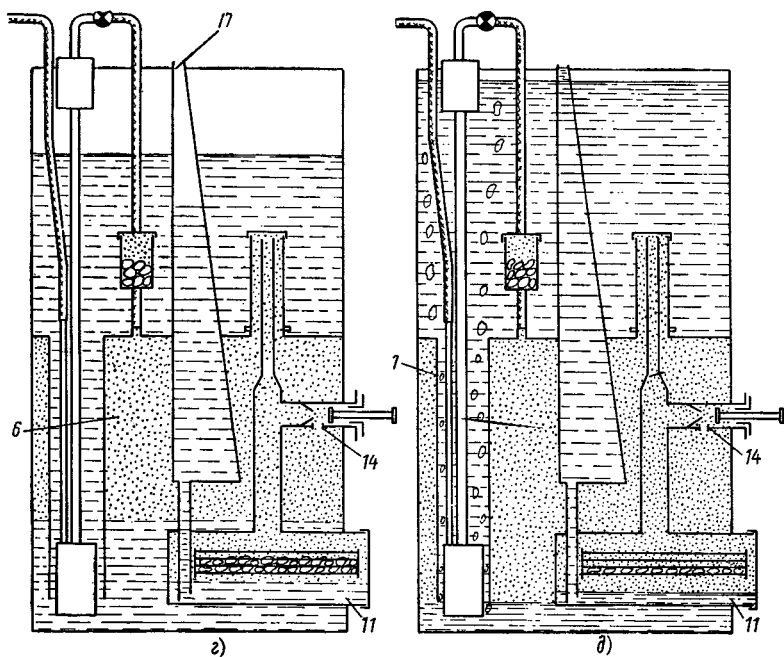

Рис. 6. Генераторы типа АНВ
Генератор типа АНВ (рис. 6, а), представляет собой корпус 1, разделенный перегородкой 5 на две части: нижнюю — газосборник 6 и верхнюю — водосборник 2. Обе части сообщаются циркуляционной трубой 7, в которую в зимнее время устанавливают жидкостный предохранительный затвор 8.
В газосборник вварена реторта (газообразователь) 11, в которую устанавливается прутковая загрузочная корзина 10. Реторта сообщается с газосборником трубой 13, через которую также поступает вода на газообразование при открытом кране 15, и с вытеснителем 17 трубой 9. Из газосборника газ отбирается по трубе 4, на которой установлен осушитель 3, загружаемый в зимнее время карбидом кальция. Перед заполнением генератора водой перекрывают кран 15, чтобы вода не поступала в реторту, и снимают резиновый рукав 18 для полного удаления воздуха из газосборника. Генератор заливают водой до шайбы 16 и надевают рукав, после этого в реторту 11 устанавливают загрузочную корзину 10 с карбидом кальция, уплотняя реторту при помощи крышки 12. Таким образом, генератор подготовлен к работе (рис. 6, б).
При отборе газа смачивается такая часть карбида кальция, которая обеспечивает выработку отбираемого ацетилена. При этом давление в генераторе будет равно разности уровня воды в газосборнике и водосборнике (H). Такая же разность уровней воды будет в реторте и отеснителе (H_1). В газосборнике вода находится близко к отверстию 14, поступая по мере необходимости в реторту. Генератор в рабочем состоянии показан на рис. 6, в.
При прекращении отбора газа давление в газосборнике и рсторте повышается, вследствие этого вода из реторты 11 передавливается в вытеснитель 17, прекращается смачивание карбида кальция водой, а следовательно, и выделение ацетилена (рис. 6, з). Также вы-
При дальнейшем повышении давления из-за заиливания карбида кальция, происходящего вследствие какого-либо нарушения при подготовке генератора к работе и его эксплуатации, вода в водосборнике оттесняется до нижней кромки циркуляционной трубы 7 и избыток ацетилена (см. рис. 6, д) пробулькивает через воду и выходит из генератора в атмосферу. При возобновлении отбора газа давление в генераторе падает, вода из вытеснителя переходит в реторту 11 и подходит к карбиду кальция, вследствие чего газообразование возобновляется. При дальнейшем понижении давления в генераторе вода в газосборнике поднимается до уровня отверстия 14 и начинает поступать в реторту до тех пор, пока давление не увеличится до нормального.
При перерывах в отборе ацетилена (рис. 6, г) давление в генераторе поднимается настолько, что вода полностью отходит от карбида кальция и в дальнейшем разложение карбида кальция происходит только в результате остаточного газообразования.